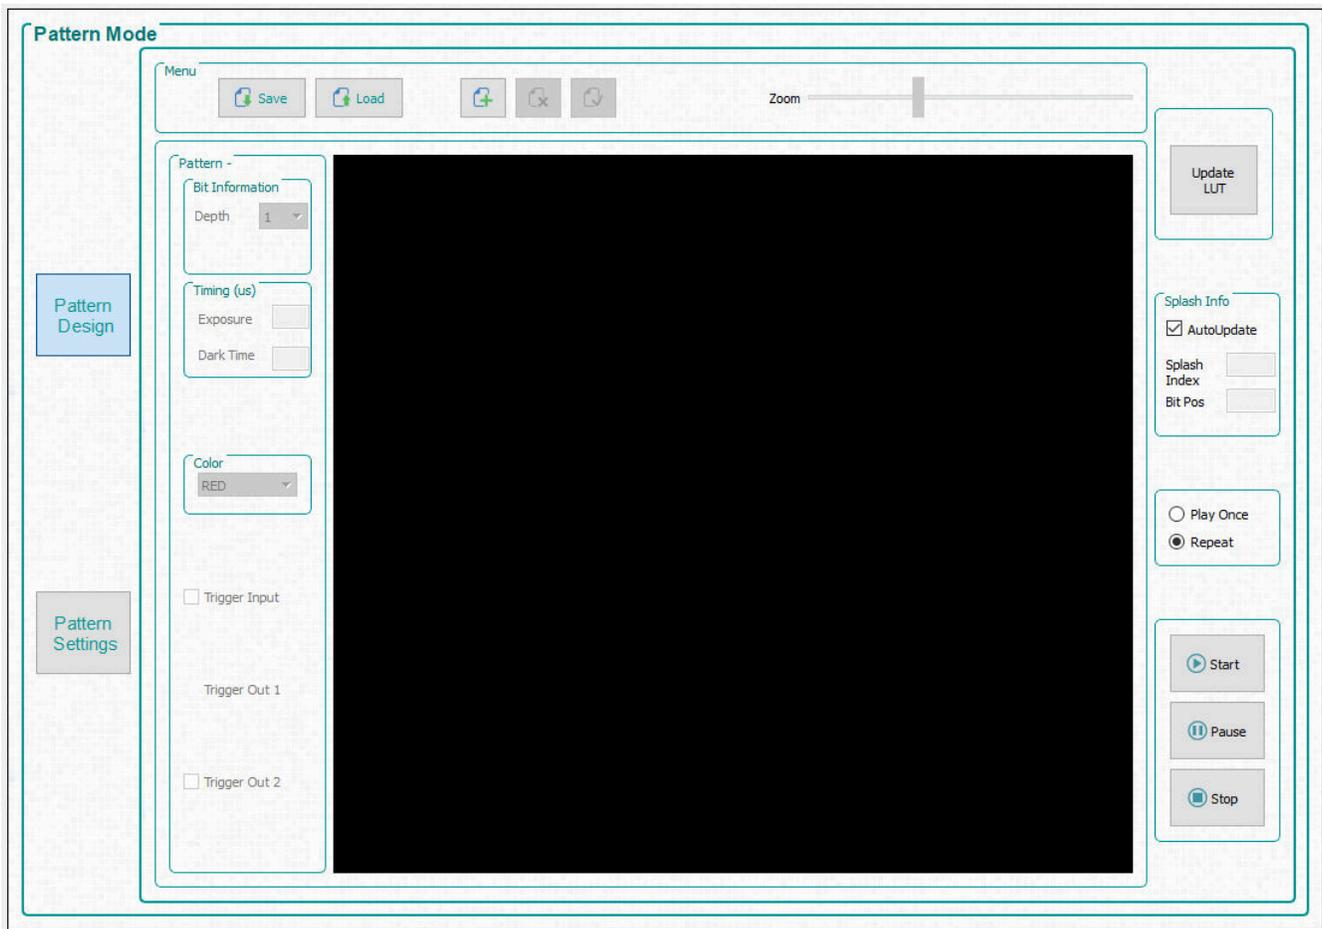

図 6-6. [Pattern Mode] デザイン パネル
GUI の上端にある [Pattern Mode] ボタンをクリックすると、図 6-6 に示す [Pattern Mode] パネルが表示されます。
2. [Operating Mode] グループ ボックスから [Pattern On-The-Fly Mode] を選択してから、[Pattern Design] ボタンをクリックすると、図 6-6 に示すような大きな黒いパネルが表示されます。